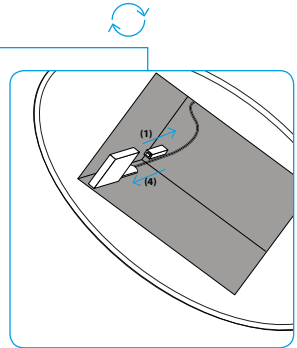

Abb. 3 Einfache Montage des Receivers
Afb. 3 Eenvoudige montage van de ontvangers De ontvanger kan eenvoudig worden gemonteerd zonder extra gereedschap: verwijder het afdekframe van de bovenkant van de kap en breng de ontvanger aan, verwijder de stick (1) in de binnenkant van de kap en steek de ontvanger erin.